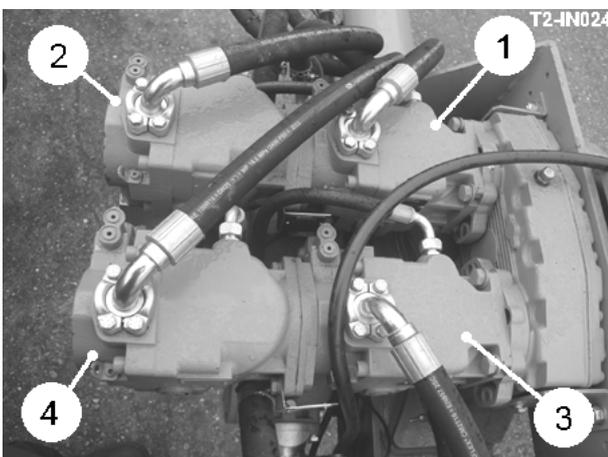
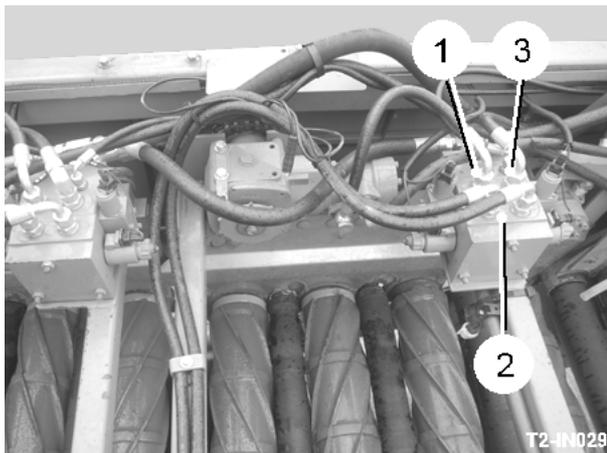

Fig 27
Fig 31
La bomba (item 1, fig 27) proporciona el eje suministrado energía. De la bomba el forraje está en la válvula (item 1, fig 28). La unidad de eje es cambiada de para delantero y contrario del esclavo cuadro o la terminal del servicio. El botón de **+** cuenta más que la válvula de control de compresión externa (item 2, fig 28) y causa la compresión de sistema máxima al máximo de bomba.
La bomba (item 2, fig 27) suministra energía a la 2nd unidad de separador de omega. De la bomba el forraje está en la válvula (see fig 29). Sobre / del control y el barra de enrollar la velocidad es proporcionalmente controlada de la terminal del servicio. Los rollers de terrón están en un circuito de serie alimentado de una válvula doble - desempeño permitiendo el conjunto de rodillo de ser invertido al estúpido. Esto también permite que al operador invierta los rollers para expulsar una obstrucción. Un manual que invertía el humo inmediato de válvula quedaba bien a cada motor de rodillo de terrón permitir que las rotaciones individuales sean fijado. La sección de válvula remaining alimenta la unidad de transferencia de omega. Una compresión transductor creció junto a el circuito en que el filtro monitoreaba la compresión de trabajo dentro del circuito.
La bomba (item 3, fig 27) suministra energía a la cavador Web, cernir agitadores de Web y rotary. De la bomba el forraje está en la válvula (see fig 30). El control on / en vuelo y velocidad es de la terminal del servicio. La cavador velocidad de Web debe ser ajustado dar la comida para llevar a una tanda consecuente de las acciones, y la velocidad de Web cerniendo debe ser ajustado dar la comida para llevar a una tanda consecuente de la cavador Web. Los agitadores deben ser acostumbrados al mínimo para separar la tierra suelta de la cosecha.
La bomba (ítem 4, fig 27) suministra energía a la 1st unidad de separador de omega. De la bomba el forraje está en la válvula (see fig 31). Sobre / del control y el barra de enrollar la velocidad es proporcionalmente controlada de la terminal del servicio. Los rollers de terrón están en un circuito de serie alimentado de una válvula doble - desempeño permitiendo el conjunto de rodillo de ser invertido al estúpido. Esto también permite que al operador invierta los rollers para expulsar una obstrucción. Un manual que invertía el humo inmediato de válvula quedaba bien a cada motor de rodillo de terrón permitir que las rotaciones individuales sean fijado. La sección de válvula remaining alimenta la unidad de forraje de omega. Una compresión transductor creció junto a el circuito en que el filtro monitoreaba la compresión de trabajo dentro del circuito.